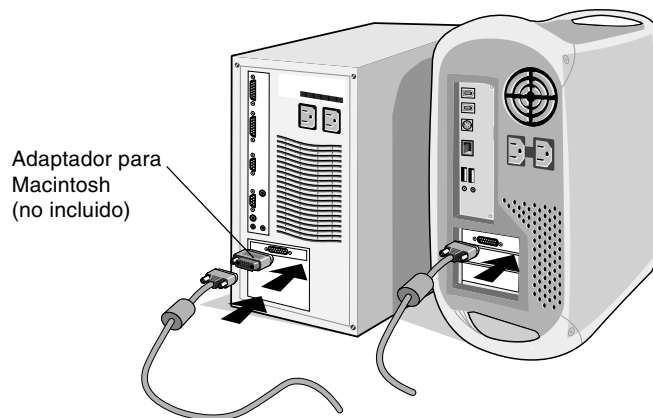

Figura B.1
**Para un MAC:** Conecte el adaptador para Macintosh de MultiSync al ordenador, y el cable de señal del mini D-SUB de 15 clavijas al adaptador para Macintosh de MultiSync (**Figura B.1**).